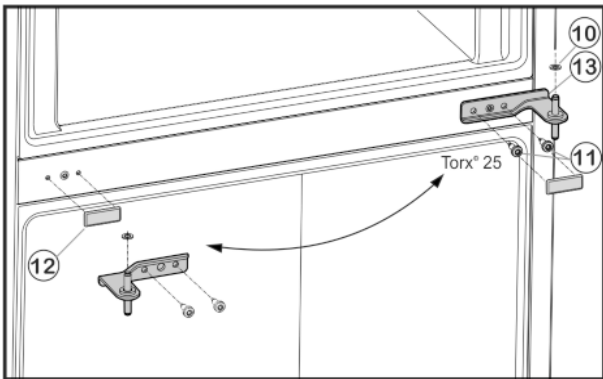

Fig. 5
- ▶ Открутите крепежные винты *Fig. 5 (11)* (2 шт. Torx® 25) и извлеките средний опорный кронштейн из нижней дверцы.
- ▶ Снимите пластиковую шайбу *Fig. 5 (10)*.
- ▶ Осторожно снимите крышку *Fig. 5 (12)*.
- ▶ Установите крышку *Fig. 5 (12)* на противоположной стороне.
- ▶ Вставьте средний опорный кронштейн *Fig. 5 (13)* с поворотом на 180° в нижнюю дверцу и прикрутите с помощью крепежных винтов *Fig. 5 (11)* (2 шт. Torx® 25) на новую сторону шарнира (с моментом 4 Нм).
- ▶ Снова установите пластиковую шайбу *Fig. 5 (10)*.
- ▶ Установите верхнюю дверцу на средний опорный кронштейн *Fig. 5 (13)*.